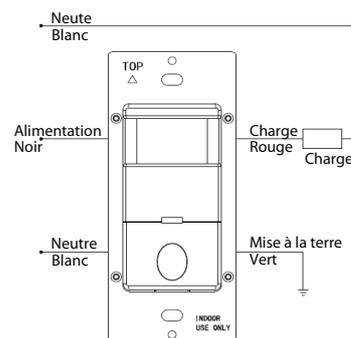

Figure 2
1. Connecter les fils conducteurs comme sur le SCHÉMA DE CÂBLAGE (voir Figure 2) :